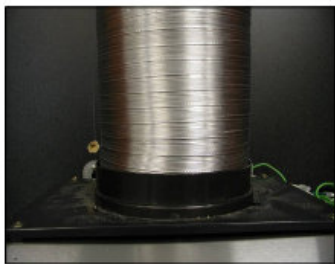

Figura 6
- 5) Utilice un tubo de acero o aluminio para conectar el escape plástico que se encuentra en la campana, a la red de conductos arriba. Utilice cinta de aislar para que todas las uniones queden fijas y herméticas, como se muestra en la Figura 6.